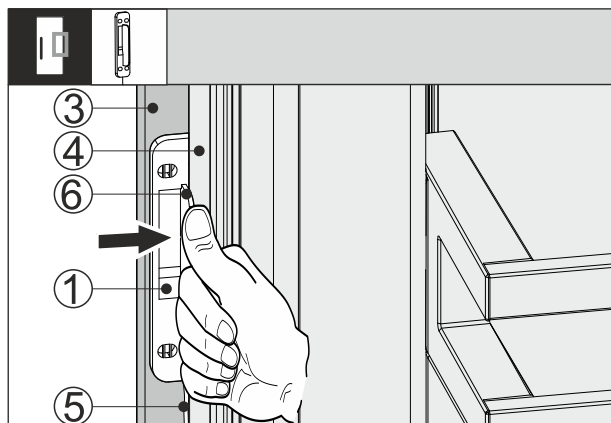

Fig. 67
- Spingere il sensore di battito in testa Fig. 67 (1) tra la parte frontale del mobile Fig. 67 (3) e la porta dell'apparecchio Fig. 67 (4), in modo che il cavo Fig. 67 (5) si tenda leggermente. La battuta di arresto Fig. 67 (6) del sensore di battito in testa appoggia sulla porta dell'apparecchio Fig. 67 (4).
- Premere il sensore di battito in testa Fig. 67 (1) sulla parte frontale del mobile Fig. 67 (3).
- Il sensore di battito in testa Fig. 67 (1) è attaccato. L'attacco del sensore di battito in testa ottimizza la trasmissione del segnale di battito in testa.
Il fissaggio permanente del sensore di battito in testa Fig. 67 (1) aumenta la durata utile.
- Avvitare il sensore di battito in testa Fig. 67 (1) alla parte frontale del mobile Fig. 67 (3) con le viti fornite in dotazione.